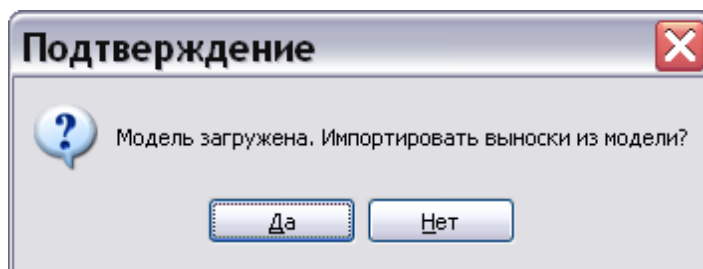

Рисунок 117
5) Нажмите на кнопку **Открыть**. Подтвердите импорт выносок из модели (рисунок 117).